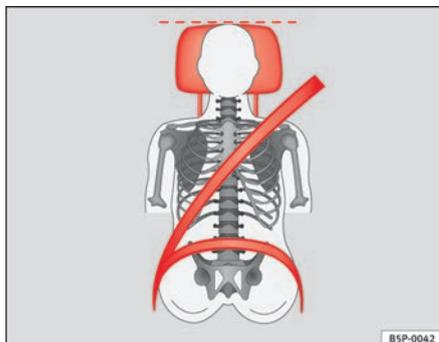
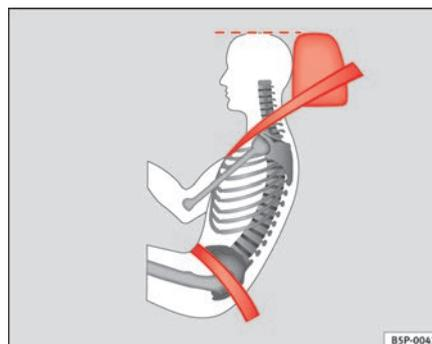

Fig. 66 Visto de frente: apoyacabezas y cinturón ajustados correctamente
Fig. 67 Visto de lado: apoyacabezas y cinturón ajustados correctamente
- Ajuste el apoyacabezas de modo que el borde superior del mismo quede a la misma altura que la parte superior de la cabeza, como mínimo a la altura de los ojos ⇒ fig. 66 y ⇒ fig. 67.